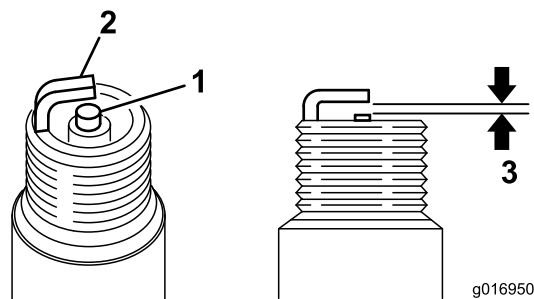

Figura 36
3. Ajuste a folga para 0,6 a 0,7 mm (Figura 36). Monte a vela com a folga correta e aperte-a com uma força de 23 Nm.